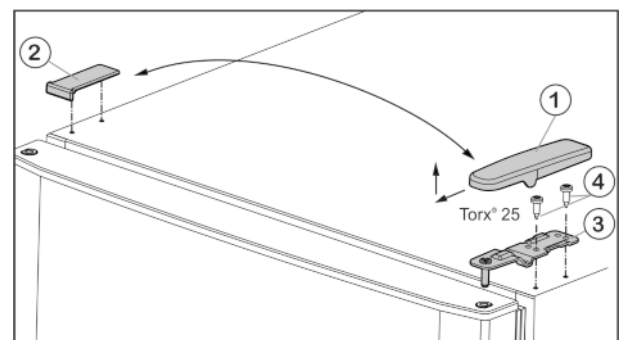

Fig. 6
- ▶ Зніміть кришку Fig. 6 (1) вперед і вгору.
- ▶ Зніміть кришку Fig. 6 (2).
- ▶ Викрутіть верхній опорний кронштейн *Fig. 6 (3)* (2 шт. Torx® 25) *Fig. 6 (4)* і відведіть вгору.
- ▶ Встановіть верхній опорний кронштейн *Fig. 6 (3)* в дверцята на новий бік шарніра.
- ▶ Прикрутіть верхній опорний кронштейн (**з моментом 4 Нм**) гвинтами (2 шт. Torx® 25) *Fig. 6 (4)*. У разі необхідності скористайтеся акумуляторним гвинтокрутом.
- ▶ Встановіть і зафіксуйте кришку *Fig. 6 (1)* з протилежного боку ззовні.
- ▶ Також встановіть зверху і зафіксуйте кришку *Fig. 6 (2)* з протилежного боку.